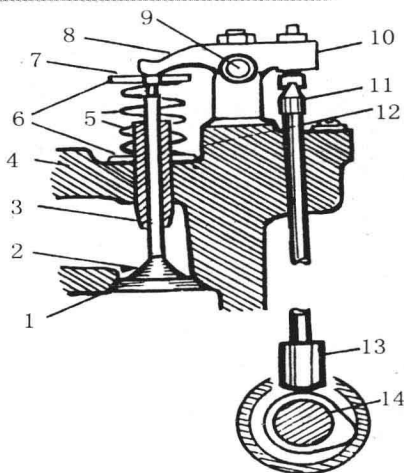

图6 北京 BJ212 汽车发动机配气机构
(2)配气机构。这是发动机的换气机构,这部分主要包括进气门、排气门、凸轮轴等机件(见图 6)。